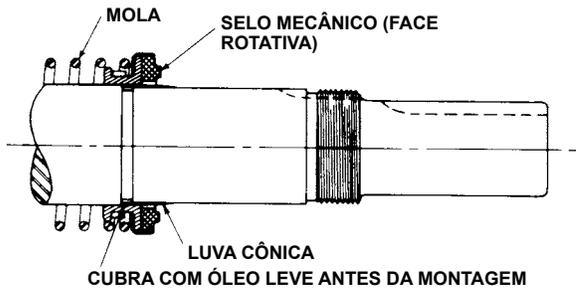

FIGURA 11
4. Posicione a luva de instalação cônica no eixo, **consulte a Figura 11**. A luva é fornecida com vedações mecânicas de substituição de tamanho GG, AS, AK e AL. Cubra o conjunto de rotor e eixo, luva de instalação cônica e diâmetro interno do elemento rotativo de selo mecânico com uma camada generosa de óleo SAE 30. Vaselina pode ser usada, mas graxa não é recomendada.